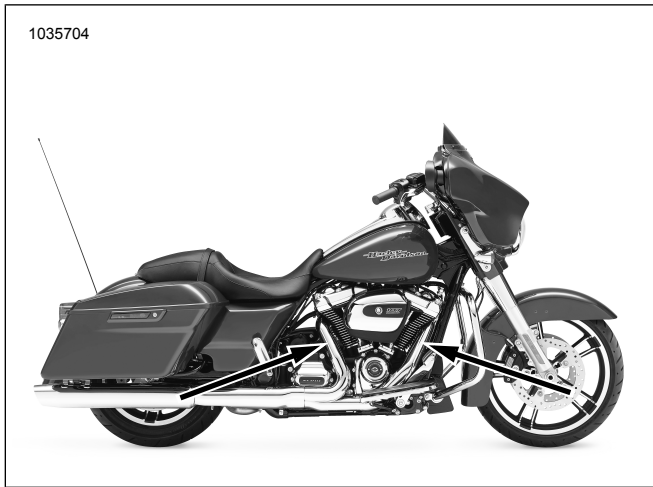

Figure 11. Mga Lokasyon ng Oxygen Sensor (Inboard na Bahagi ng mga Exhaust Pipe)
Tingnan ang Figure 11, Figure 52 at Talahanayan 5 Ikabit ang mga sensor ng wide band oxygen (2). Gamit ang Oxygen Sensor Socket (Piyesa Blg. HD-48262-A) higitpitan sa: